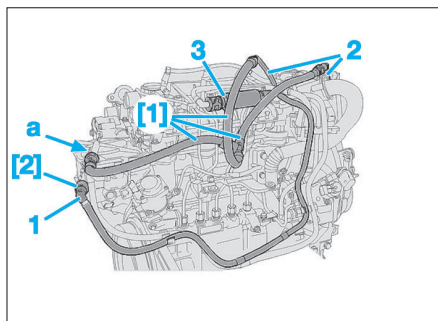

Fig. 60
- Placer les raccords femelles (Ø 10 mm) de l'outil [1] en lieu et place du raccord (1) en (a) (Fig.60).
- Obtenir le raccord (1) à l'aide de l'outil [2].
- Nettoyer les raccords (2).
- Désaccoupler le raccord (1) (Fig.60).
- Actionner pendant 30 secondes la pompe d'amorçage manuelle (3) pour évacuer l'eau contenue dans le filtre à carburant.
- Retirer le bac (1).